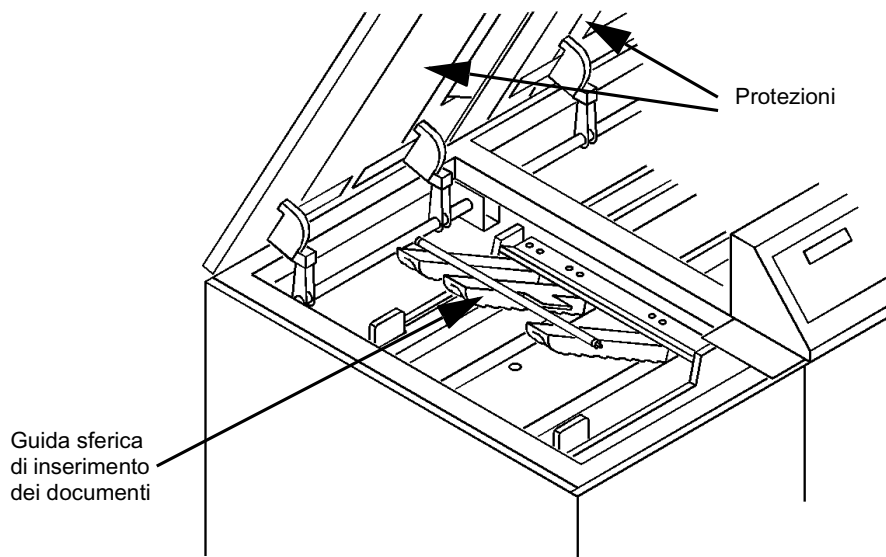

Figura 3-1: Le protezioni e la guida sferica di inserimento dei documenti
- 2 Aprire entrambe le protezioni del punzone, come illustrato nella Figura 3-1.
- 3 Aprire (sollevare) la guida sferica di inserimento dei documenti, come illustrato nella Figura 3-1, ed estrarre ogni eventuale foglio di carta che sia inceppato in quest'area. Controllare anche che non vi siano inceppamenti nel dispositivo di finitura e nel vassoio di uscita della stampante.